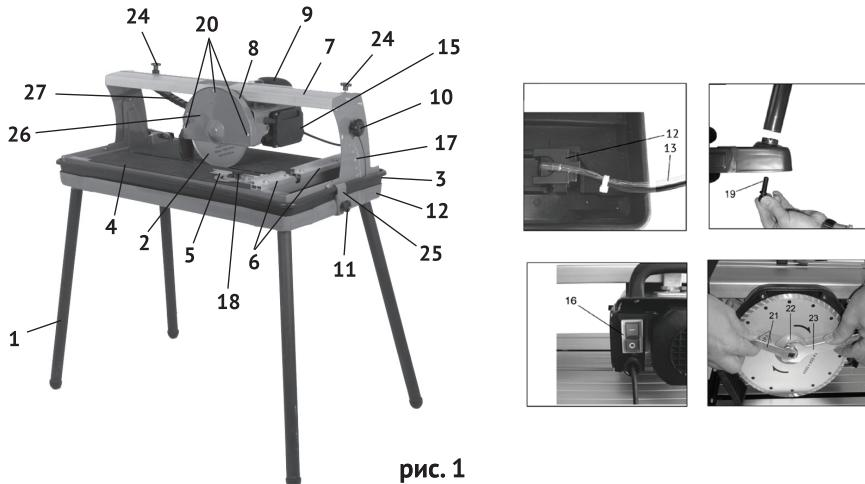

рис. 1
1.6 Общий вид и элементы плиткореза представлены на рис.1
1.7 Асинхронный двигатель с блоком управления (рис.1 поз.15) и выключателем (рис.1 поз.16) крепится на кронштейне. Кронштейн, за счёт 4-х подшипников, перемещает головку режущую по салазкам (рис.1 поз.7) вдоль длины рабочего стола (рис.1 поз.4). На вал якоря (рис.1 поз.22), между опорным и зажимным фланцами крепится отрезной круг (рис.1 поз.2). Это основной рабочий инструмент плиткореза.
1.8 Выключатель – магнитный пускатель (рис.1 поз.16) расположен на блоке управления. Он имеет две кнопки: зелёная с символом «1» - включение двигателя и красная с символом «0» - выключение двигателя.
На крышке защитного кожуха (рис.1 поз.26) стрелкой указано направление вращения круга.
- 4-я винтами (рис.1 поз.19), с помощью шестигранного ключа (входит в комплект поставки) прикрутить ножки (рис.1 поз.1) к основанию рис.1 поз.12);
- закрыть отверстие в поддоне (рис.1 поз.3) пробкой (входит в комплект поставки) и залить воду так, чтобы заборная часть насоса (рис.1 поз.13) была полностью погружена в воду.
- проверить шлангоукладчик (рис.1 поз.27) со шлангом (рис.1 поз.14), не перекручен, свободно перемещается за головкой режущей;
- вставить уголок кронштейна транспортира в направляющий упор (рис.1 поз.6) и закрепить его двумя винтами;
- установить размеченную заготовку на рабочий стол (рис.1 поз.4), плотно прижав к направляющему упору (рис.1 поз.6). Зафиксировать положение заготовки сбоку, закрутив винт (рис.1 поз.18) регулируемого упора. Такая фиксация заготовки позволит в дальнейшем резание плиток в одинаковый размер;
- закрепить в необходимом положении гайки (рис.1 поз.24), для ограничения движения головки режущей по салазкам;
- ослабить с двух сторон винты фиксации угла наклона (рис.1 поз.10);
- повернуть салазки (рис.1 поз. 7) с головкой режущей на нужный угол, используя шкалу угла наклона (рис.1 поз.17);
- снять крышку кожуха (рис.1 поз.26), открутив три винта (рис.1 поз.20);